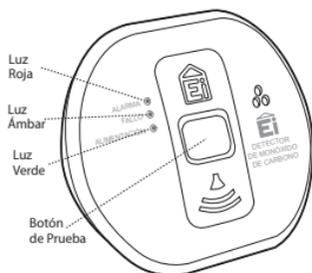

Figura 5
8. Presione el botón de prueba (pasados 15 segundos) para confirmar que el detector funciona (consulte la Figura 5).